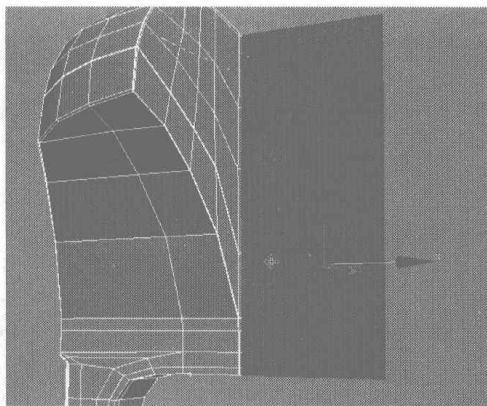
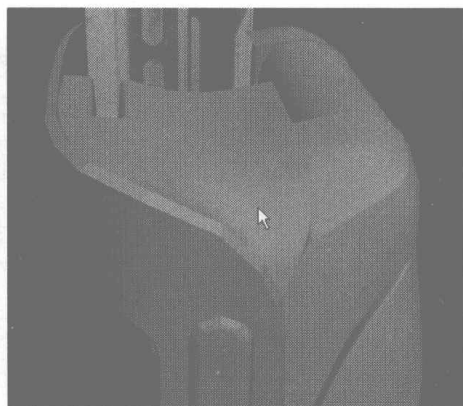

图 4.511
图 4.512
- 11** 选择如图 4.511 所示的面，在 Edit Geometry 卷展栏中单击 **Make Planar** 按钮，将选择的面平面化，手机底座顶部的渲染效果如图 4.512 所示。